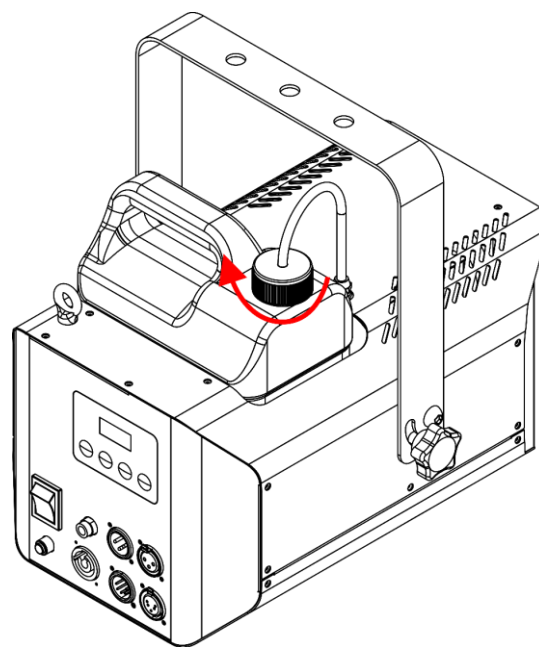

Fig. 13
- 08) Riavvitare il coperchio sul serbatoio del liquido, come mostrato nella Fig. 13.